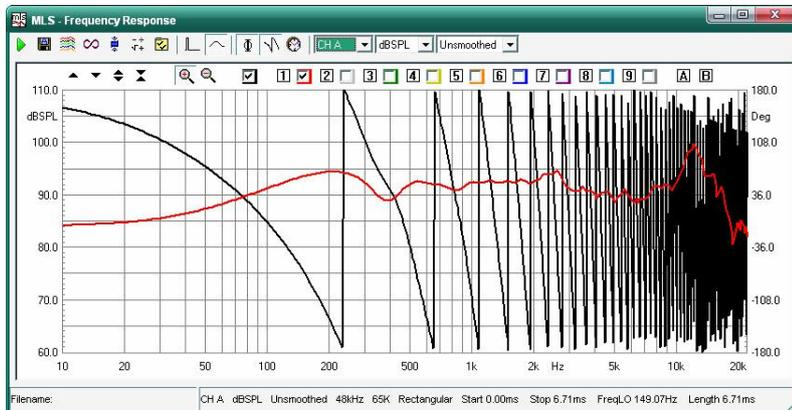

图9-18
- 8) 要想获取该被测扬声器的实时相位，只需点  相位图标即可显示相位如图9-18的黑色曲线。因为进行测量时信号通过功放放大再到被测扬声器的两端会有信号的延时存在，所以如想要获取该被测扬声器的真实相位同时还需要剔除信号的延时才可以。